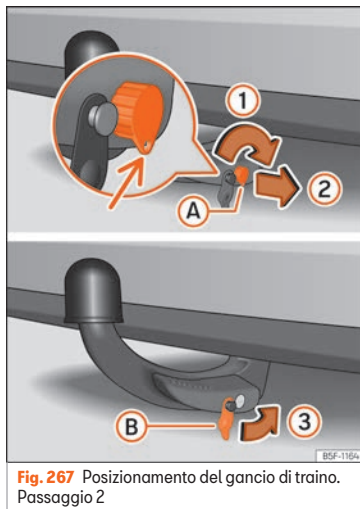

Fig. 267 Posizionamento del gancio di traino. Passaggio 2
- Ruotare la chiave a destra di mezzo giro, fino a quando il foro si trova in basso » » fig. 267 (1).
- Estrarre la chiave (2).
- Collocare il coperchio (B) nella serratura (3) » » fig. 267 » » ⓘ.